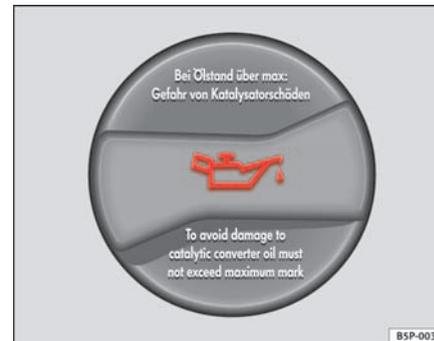

Abb. 155 Deckel der Motoröl-Einfüllöffnung im Motorraum
- Schrauben Sie den Deckel der Motoröl-Einfüllöffnung ab ⇒ Abb. 155.